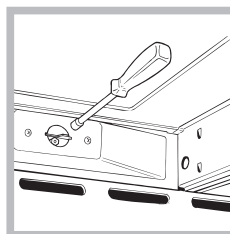

Fig. 4
4. Dévissez le gicleur (voir figure 4) à l'aide d'une clé à douille de 7 mm et remplacez-le par un gicleur neuf adapté au nouveau type de gaz (voir tableau caractéristiques du brûleur et du gicleur).